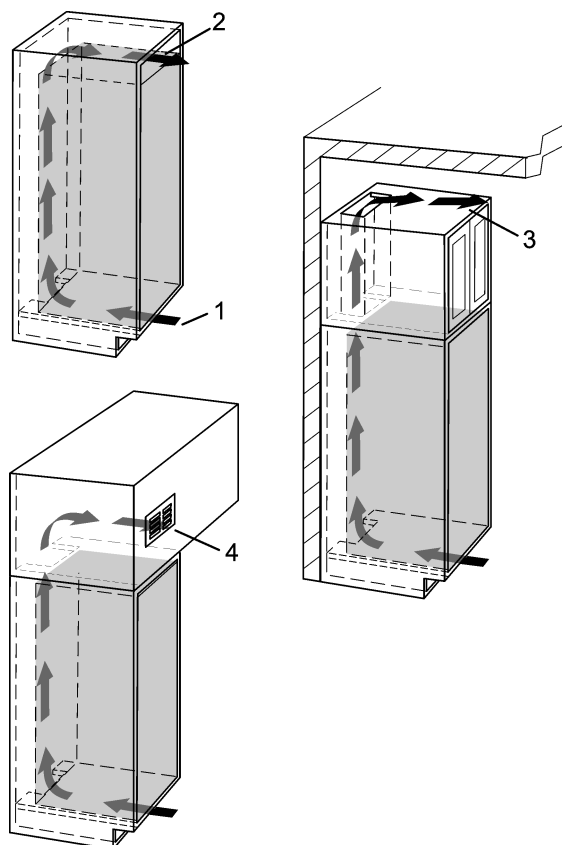

Fig. 1
- Debe haber disponible una sección de ventilación adecuada de al menos 31 pulg² (200 cm²) en la toma de aire Fig. 1 (1) y la toma de aire Fig. 1 (2).
- En lugar de montar la sección de ventilación superior directamente sobre el aparato Fig. 1 (2), cerca del techo, puede instalarse sobre un armario Fig. 1 (3) o como rejilla para retorno de aire en un piso intermedio Fig. 1 (4).